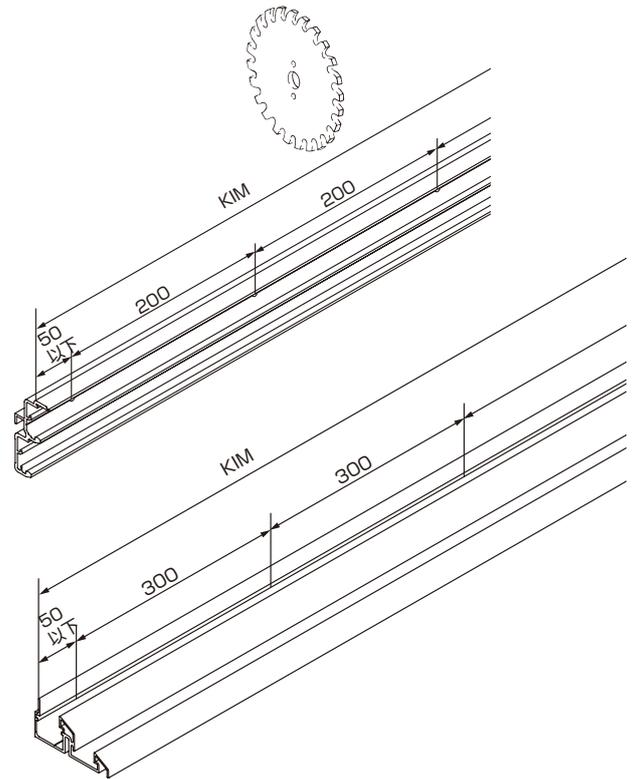

図 2-1-1
(1)上用のレール(⑬または⑭)、および下用のレール(⑮または⑯)を図 2-1-1 のように切断し、穴をあけてください。